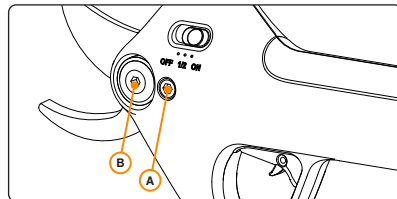

Figura 7. Remoção da tampa da engrenagem.
2. **Retire a tampa da engrenagem.** Desaperte os (2) parafusos Allen de 4 mm, como se vê na Figura 7